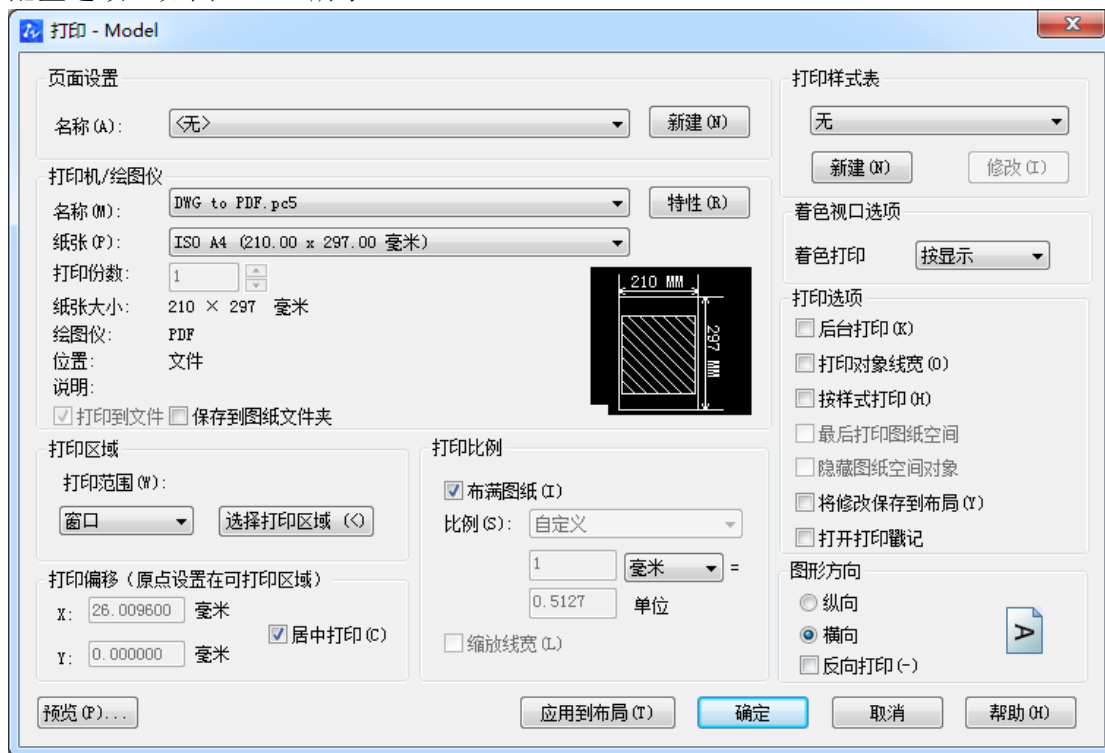

图 10-14 选择 PDF 打印驱动程序
2) 在“打印机/绘图仪”选项组的“名称”栏下拉菜单中选择“DWG To PDF. pc5”配置选项,如图 10-14 所示。